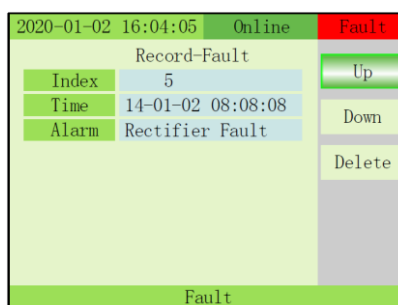

Fig. 3-23 Menú Record - Faults
17) RECORD-FAULTS: Pulse ↻ para seleccionar arriba o abajo. Pulse OFF para confirmar (Fig. 3-23).